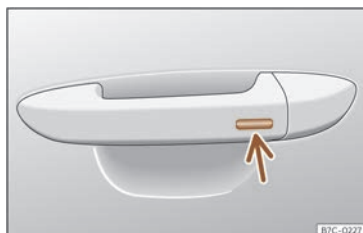

Fig. 61 Manecilla de la puerta: superficie sensora.
- **O BIEN:** mediante el sistema Keyless Access (sólo cierre): Mantenga un dedo durante algunos segundos sobre la superficie sensora de bloqueo >>> **fig. 61** (flecha) de la manecilla de la puerta para que se cierren las ventanillas y el techo. Si deja de tocar la superficie sensora se interrumpe la función de cierre.
Mantenga un dedo durante algunos segundos sobre la superficie sensora de bloqueo >>> **fig. 61** (flecha) de la manecilla de la puerta para que se cierre el techo. Si deja de tocar la superficie sensora se interrumpe la función de cierre.